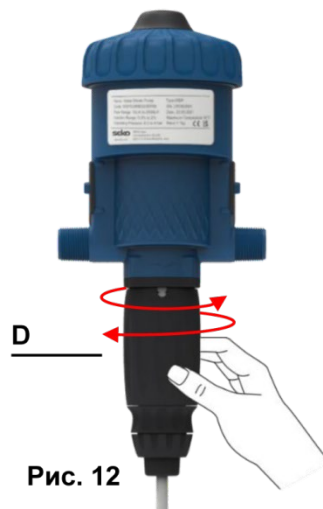

Рис. 12
- Повернуть регулировочную втулку влево или вправо (Рис. 12-D) для установки верхней части втулки на нужную отметку дозирования.